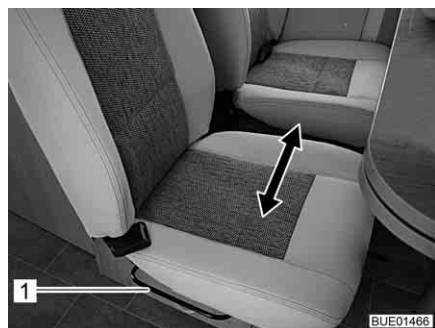

Fig. 81 Banco confort
- Tirar del tirador (Fig. 81,1) hacia arriba y mantenerlo en esta posición.
- Soltar el tirador (Fig. 81,1).